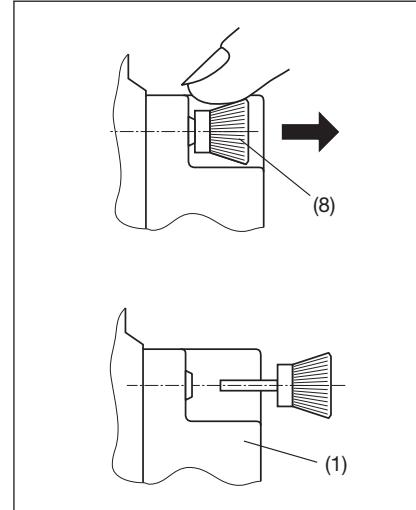

Bild 4 / Fig. 4
Zum Demontieren den gerändelten Kopf (6) der Kunststoff-Spreiznieten mit den Fingern herausziehen (Bild 4). Das Erweiterungs-Modul (1) lässt sich jetzt abnehmen.
Pour le démontage, retirer les rivets spéciaux en les tenant par leur tête moletée (6) (fig. 4). Le module complémentaire (1) peut maintenant être débrôché.